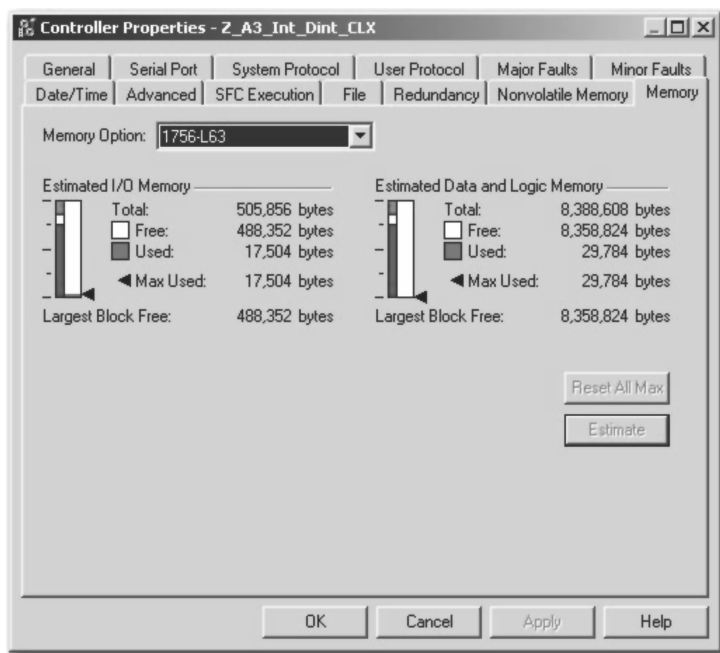

图 10-9 打开的“控制器属性”界面
3. 出现“控制器属性”（Controller Properties）窗口后，单击“内存”（Memory）选项卡，如图 10-9 所示。